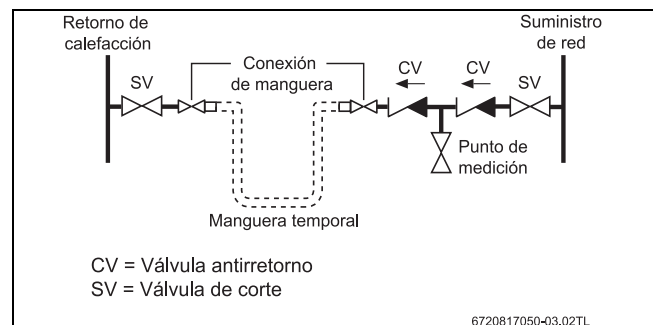

Fig. 5 Llenado del sistema
- El circuito primario debe llenarse, utilizando un bucle de llenado o cumpliendo con la fig. 5 para el llenado del sistema.
- En caso de que el volumen del sistema sea mayor a 100 litros o exceda los 2,65 bar de presión máxima de calefacción, se deberá colocar un vaso de expansión adicional (2) lo más cercano posible al aparato en el retorno de la calefacción.
- Aplicar presión al vaso de expansión extra (2) según la misma fig. como en el vaso de expansión montado en la caldera (aproximadamente 0,75 bar).